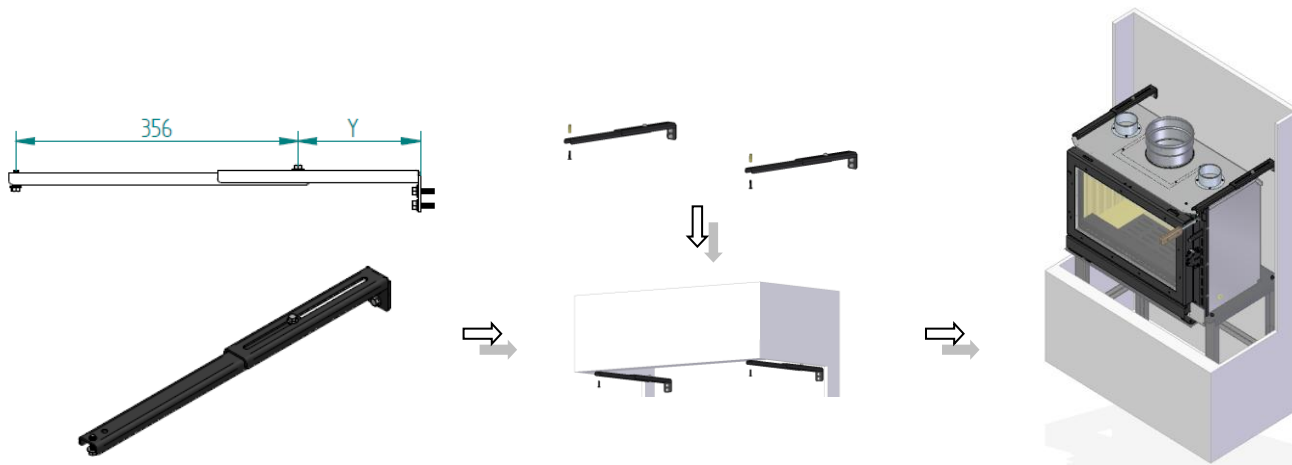

Figure 10 - Ensemble du support supérieur - PA1090G053
8. Pour appliquer les supports supérieurs, avant de les fixer au mur, vous devez les fixer à l'extérieur selon la mesure indiquée sur la Figure 10. La mesure "Y" est la distance que le support aura par rapport au mur de fixation, cette mesure doit être prise à l'endroit à installer afin de serrer ultérieurement le jeu de fixation.